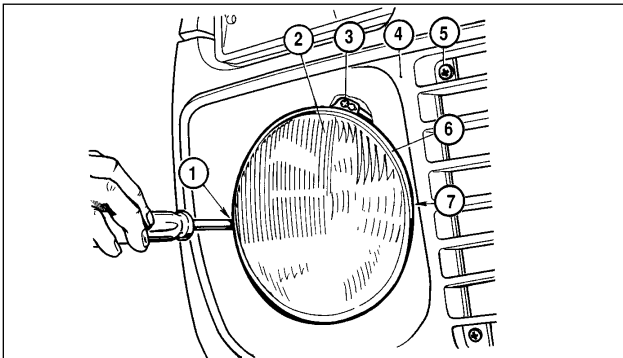

Bild 7-31. Regelung der Scheinwerfer:
Die Scheinwerfer werden durch Drehen der Schrauben 1 und 7 (Bild 7-31) eingestellt, welche den Scheinwerfereinsatz in senkrechter und waagerechter Ebene verstellen.
(mit Abdeckung des rechten Scheinwerfers) die Lichtbündel der Scheinwerfer mit den Schrauben 1 (siehe Bild 7-31) und 7 einstellen.
- Den Kühlergrill 4 (siehe Bild 7-31) des Karosserievorbaus abnehmen, dazu die Befestigungsschrauben 5 losdrehen,